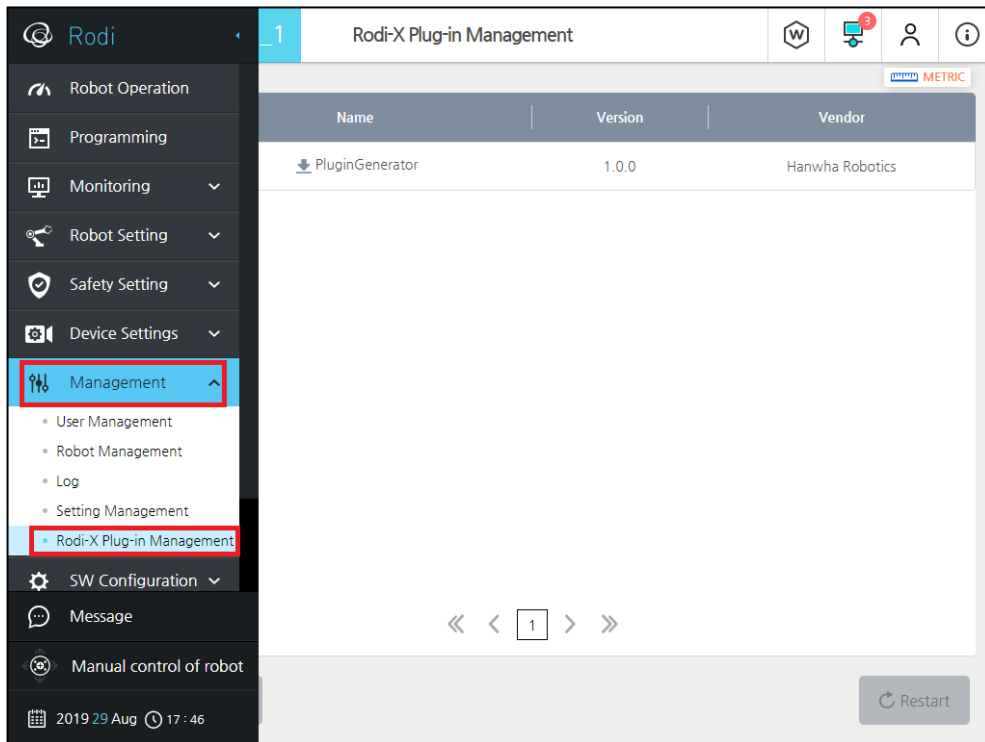

图 5.30 插件安装
2. 点击示教器左侧图标 **Management**，选择 **Rodi-X Plug-in Management**，如图 5.30 所示。